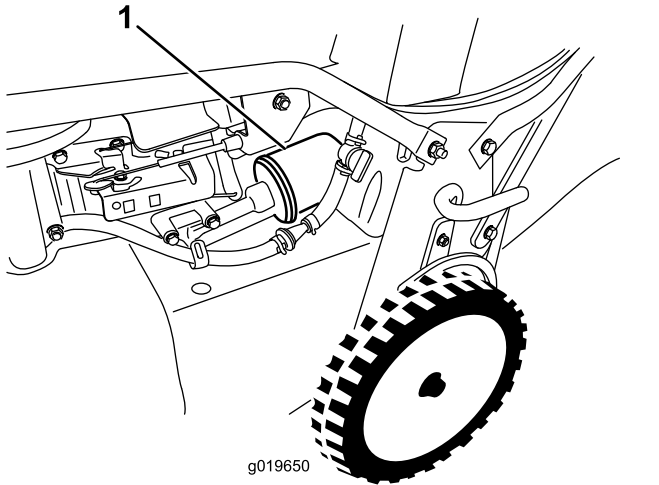

Bild 32
6. Entfernen Sie den Ölfilter (Bild 32).